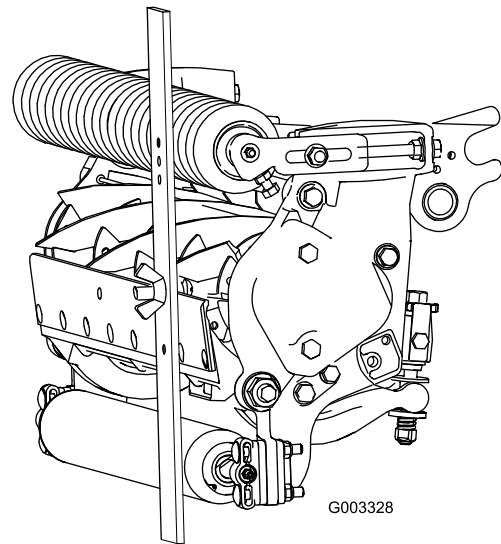

图18
- 3. 将螺丝头钩在底刀的刀刃上，并将调刀尺的后端放到后滚筒上（图18）。
- 4. 旋转调节螺丝，直到前滚筒接触到调刀尺(图18)。调节滚筒的两端，直到整个滚筒与底刀平行。